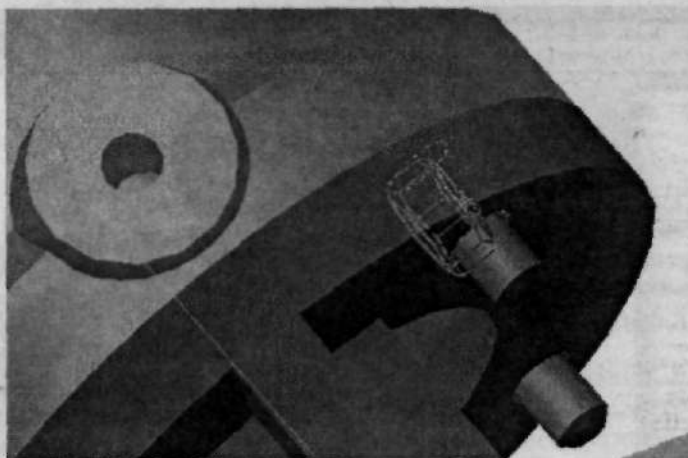

Рис. 3.66. Выделите отверстие для базирования крепежной детали
16. В рабочем поле отобразится фантом *Гайки*. Как и в предыдущем случае со *Шпилькой*, необходимо выбрать элемент базирования крепежной детали. Таким элементом опять удобно сделать отверстие. Расположите указатель мыши таким образом, чтобы было выделено отверстие (рис. 3.66).